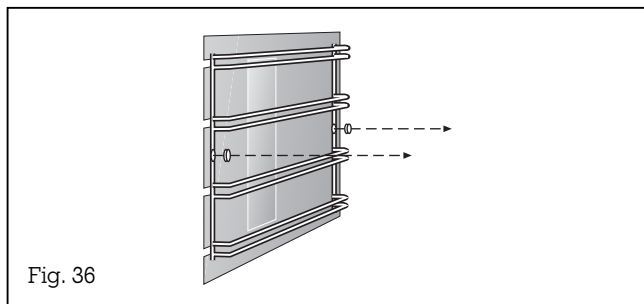

Fig. 36
- Devant et derrière, dévissez les écrous à molette des deux parois latérales (fig. 36).